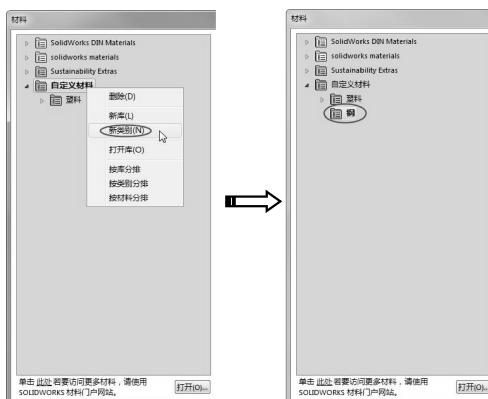

图 9-29 新建材料类别
- 01 在【材料】对话框左侧材料库列表中，右击【自定义材料】节点选项，在弹出的菜单中选择【新类别】命令，创建一个命名为【钢】的材料类别，如图 9-29 所示。